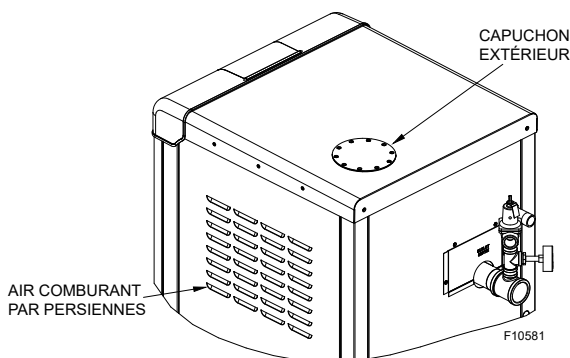

Figure 11. Air comburant, installation extérieure
1. Connectez le conduit d'apport d'air comburant à ce connecteur d'admission d'air. Voir **Figure 5** et **Figure 11**. Retirez et jetez le couvercle extérieur; conservez le joint d'étanchéité. Installez l'adaptateur d'apport d'air (9-V dans l'illustration des pièces). Connectez la quincaillerie de ventilation au raccord d'évacuation. Étanchéifiez tous les joints et les vis avec un produit d'étanchéité de type RTV (non fourni). Tous les conduits doivent être correctement supportés.